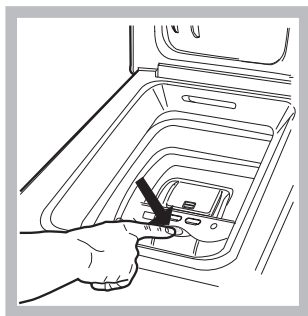

Fig. 2
**B) Ouverture douce du tambour (Fig. 2):** Appuyez d'un doigt sur le bouton comme illustré et le tambour s'ouvrira délicatement.
**E) ARRÊT FINAL DU TAMBOUR (Fig. 2)**